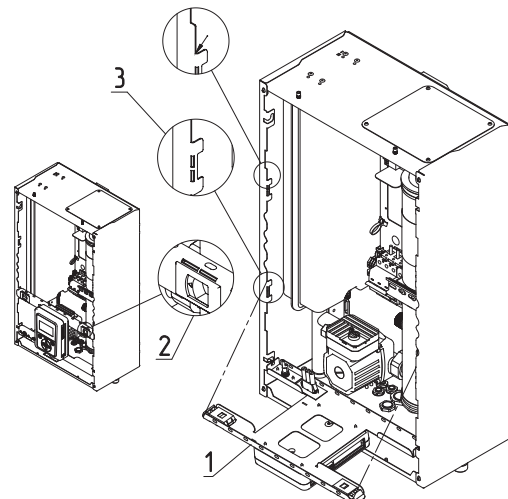

Рис. 13 Откидывание кронштейна
- Откинуть кронштейн для крепления пульта управления (Рис. 13, поз. 1);
- Отжать замки-защелки (Рис. 13, поз. 2) с двух сторон;
- Имеется возможность сменить положение кронштейна, достав его из пазов и закрепив в соответствующие пазы выше (Рис. 13, поз. 3).